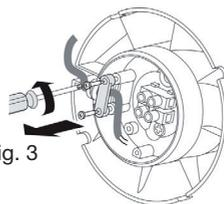

Fig. 3
4. Når du tilslutter ventilatoren, skal du sørge for korrekt polaritet og tilslutte faselederen til klemkassens – L og nullelederen til klemkassens – N (fig. 3 og 4).